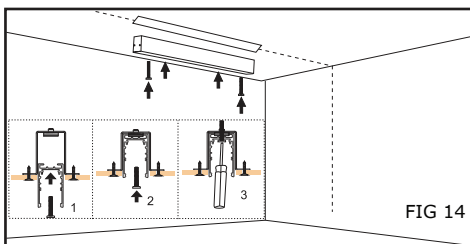

FIG 14
4. Install the track into the ceiling, and fix the track to the fitting using M7 screws. Ensure the screws are properly installed (Fig 14).
4. Installez le rail au plafond et fixez le rail au raccord à l'aide des vis M7. Assurez-vous que les vis sont correctement installées (réf. Fig 14).